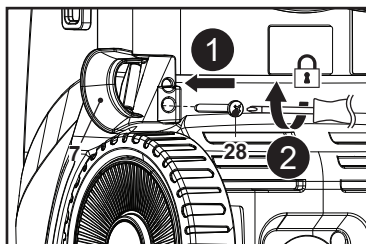

Fig. 2
Aligner le trou de montage du guide pour tuyau d'arrosage (7) sur son emplacement sur la machine, puis fixer le raccord avec la vis (ST4,8 x 16 avec grosse tête de vis) (28) à l'aide d'un tournevis cruciforme adapté (non fourni) (Fig. 2, étapes 1 et 2).